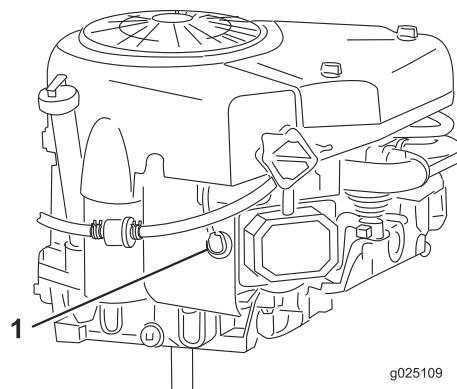

Figure 28
- Débranchez le fil de la bougie (Figure 28).
- Enlevez la bougie et la rondelle métallique (Figure 28).
3. Branchez la bougie (Figure 28).